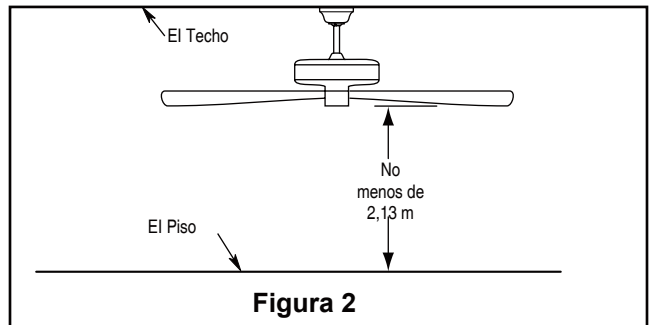

Figura 2
Las aspas del ventilador deben estar suspendidas, al menos, a 2 m (7') del piso. (Figura 2)
1. Deslice la unidad del receptor en el extremo abierto del soporte colgante. (Figura 2)